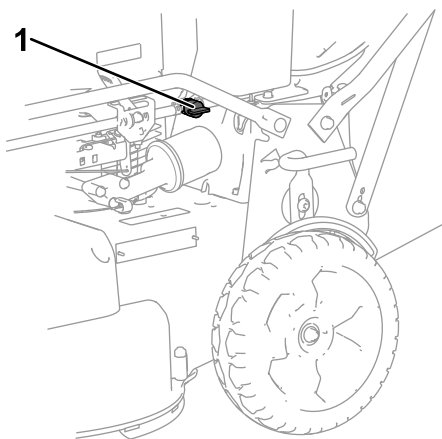

Figure 14
2. Ouvrez le robinet d'arrivée de carburant (Figure 14).